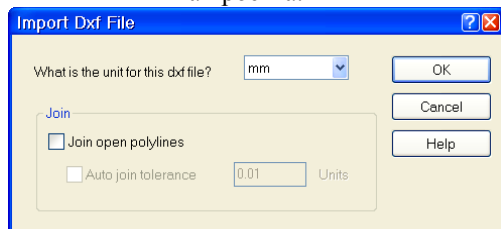
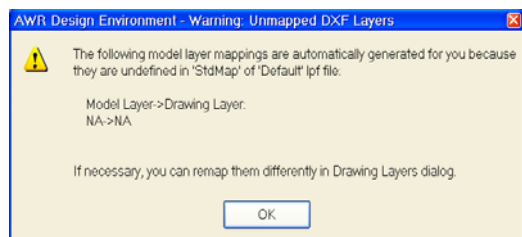

Рис.6.87
Рис. 6.88
3. В открывшемся окне импорта найдите файл, который нужно импортировать (в нашем случае это будет **Div_Schematic**) и откройте его. Откроется окно с запросом, какие единицы измерения используются в файле (рис. 6.87). Введите **mm** и нажмите **OK**. Откроется следующее окно, в котором сообщается, какие слои будут созданы автоматически (рис. 6.88), нажмите **OK**. В окне менеджера топологии появится имя библиотеки элементов